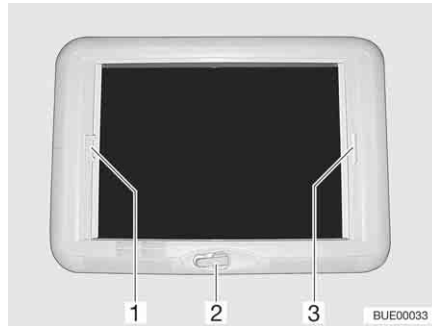

Bild 90 Vevmanövrerad taklucka
- Öppna:* ■ Vrid på handveven (Bild 90,2) tills ett motstånd känns (max öppningsvinkel 70°).
- Stänga:* ■ Drag i plisségardinens handtag (Bild 90,3) och släpp i önskad position. Plisségardinen stannar i denna position.
- Stänga:* ■ Drag, med handtaget (Bild 90,1), insektsskyddet till plisségardinens handtag (Bild 90,3) på den motsatta sidan, där det hakas i.
- Tryck insektsskyddet handtag (Bild 90,1) bakåt, uppåt och haka av insektsskyddet från plisségardinen (Bild 90,3).